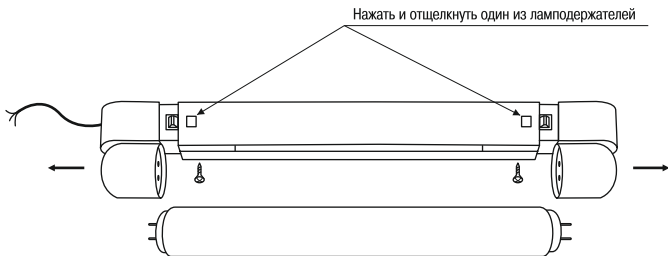

Рисунок 1
4.2 Монтаж и подключение светильника (рисунок 1):